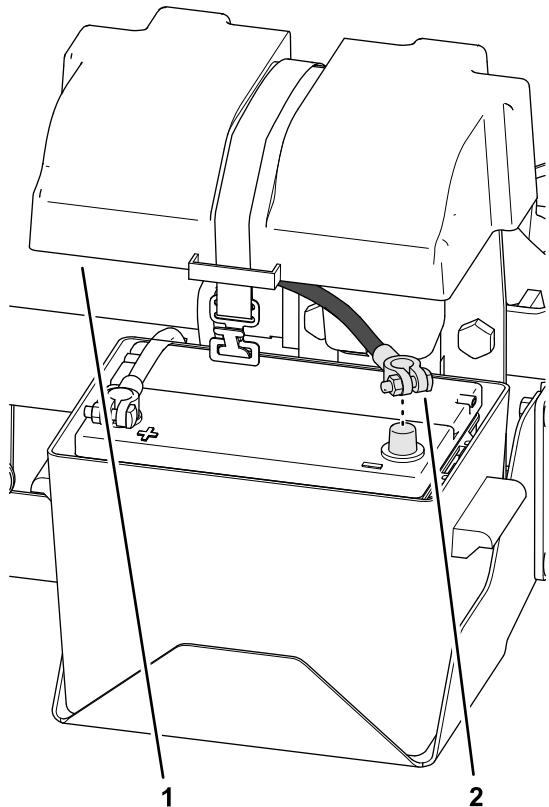

図 138
1. バッテリーのマイナスケーブルをバッテリー端子に取り付けます(図 138)。
2. 電池ボックスにカバーを取り付け、ストラップでカバーを固定します図 138。